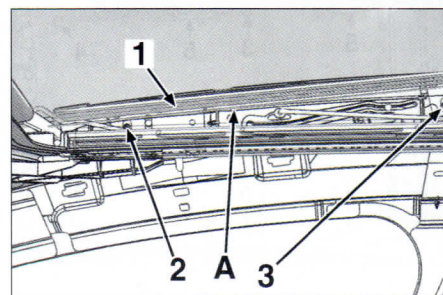

FIG. 58
Desengrapar el fuelle de protección (1) en toda su longitud en A (fig. 58).